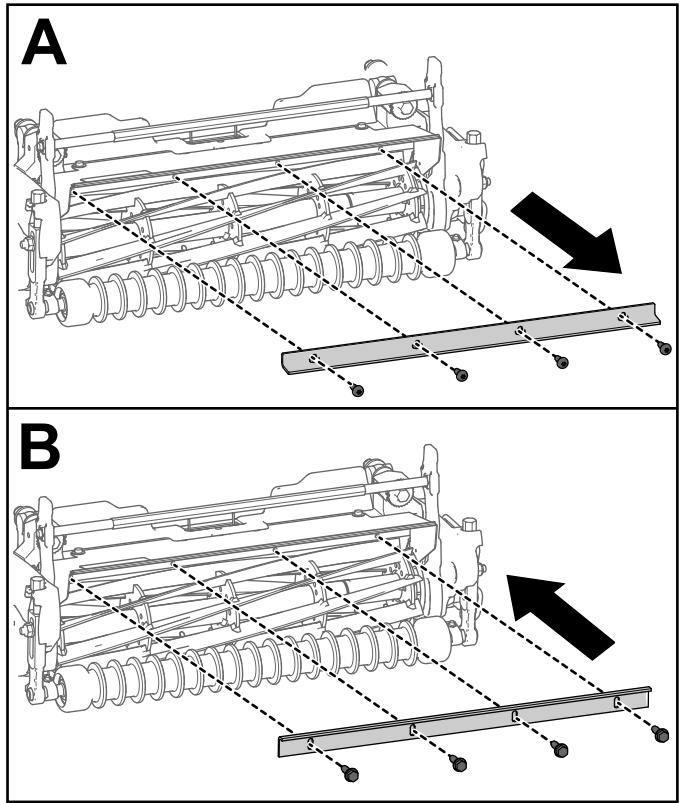

图 5
- 如果在任何其他 Greensmaster 3300 或 3400 主机上使用滚刀组型号 04657 和 04658 请拆除草折流板杆并将其替换为出草挡板零件号 115-3303-03 和 4 个螺栓零件号 131-6150 如 图 5 所示。